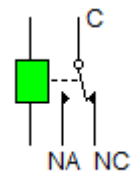

Fig. 4.24.
En la Fig. 4.24 puede verse el símbolo empleado para representar un relé en un circuito. A la izquierda está la bobina con sus dos terminales y a la derecha los tres contactos: Común (C), Normal Abierto (NA) y Normal Cerrado (NC). La línea de puntos indica que es la bobina la que controla o “mueve” a los contactos.